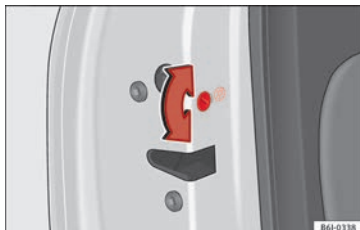

Bild 128 Barnsäkert lås på vänster dörr.
- Med dörren öppen, vrid spåret i dörren med tändningsnyckeln, moturs för vänsterdörrar och » bild 128 medurs för högerdörrar.
- Med dörren öppen, vrid spåret i dörren med tändningsnyckeln, moturs för högerdörrar och medurs för vänsterdörrar » bild 128.